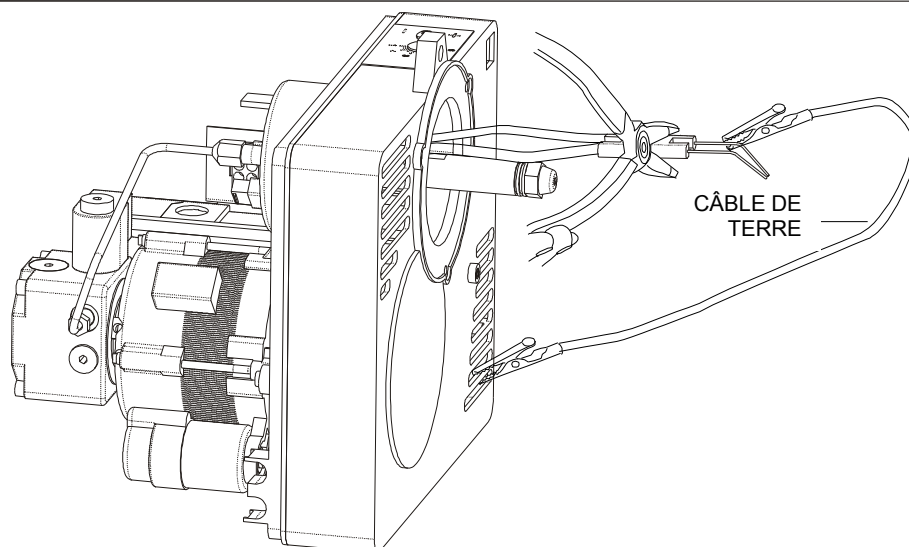

Figure 25 - Branchement à la terre des électrodes.
11. Établir une connexion à la terre entre les électrodes et le brûleur. Pour ce faire, connecter un fil de terre d'un côté vers le brûleur et de l'autre à l'une des électrodes (Fig. 25). Utiliser une pince isolée et saisir les électrodes sur la partie en porcelaine. N'utiliser que des pinces avec les poignées isolées en caoutchouc ou en plastique.